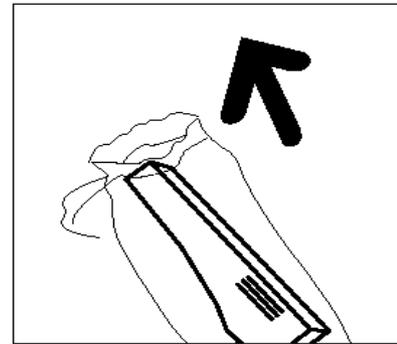

Fig. 38: Estrazione della nuova cartuccia dalla scatola e dal sacchetto
- 8 Estrarre la nuova cartuccia dalla confezione e dal sacchetto in cui è contenuta, come illustrato in Fig. 38.